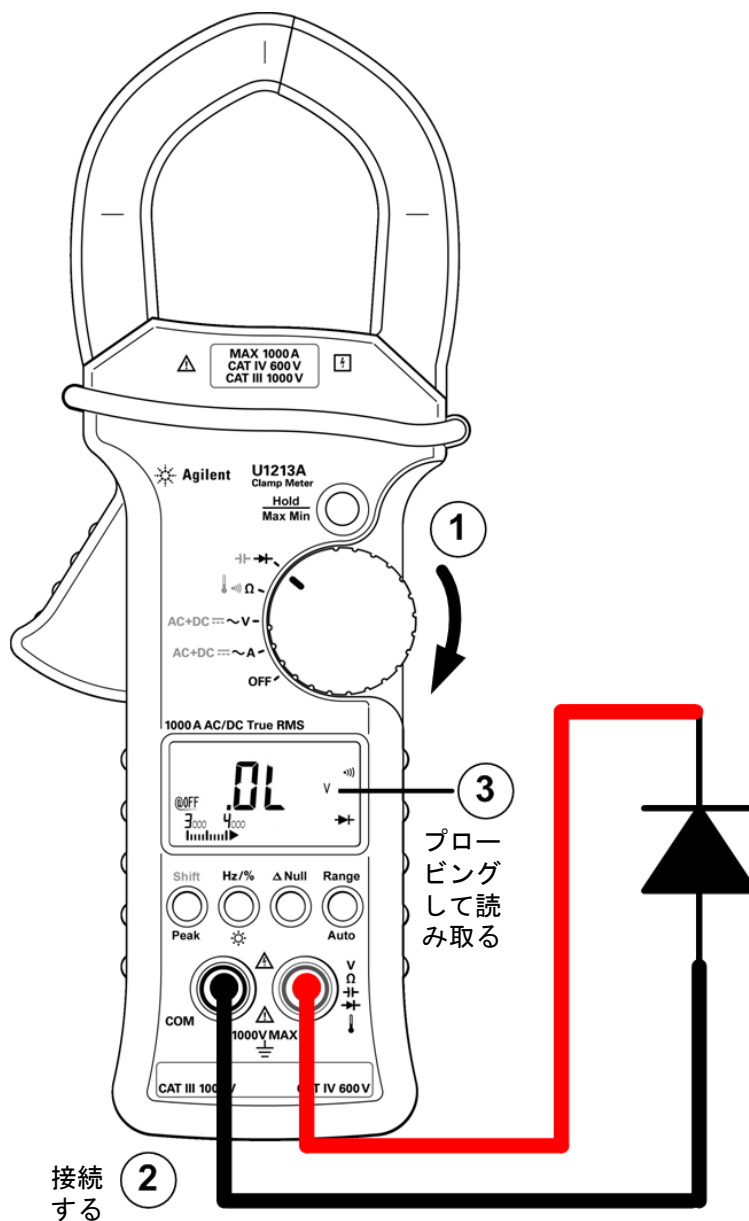

図 2-6 ダイオードの測定（逆方向バイアス）
- 4 プローブを反転し、ダイオードの電圧を再度測定します (図 2-6 (27 ページ) を参照)。次の指針に基づいてダイオードを評価します。